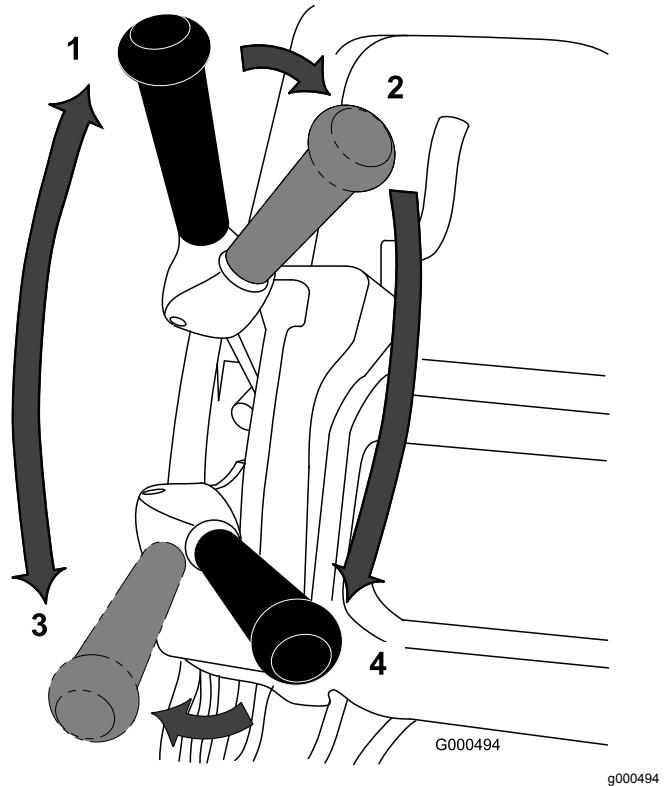

Figura 35
2. Asegúrese de que la palanca de tracción y transmisión del molinete se encuentra en la posición de PUNTO MUERTO; consulte la Figura 35.
1. Encienda la máquina, ponga el control de velocidad en la posición CERO, presione hacia abajo sobre el manillar para elevar la unidad de corte, apriete el control de presencia del operador, ponga la palanca de tracción en la posición de HACIA DELANTE (Figura 35) y aumente paulatinamente la velocidad para llevar la máquina hasta el borde del green.
3. Ponga la palanca de tracción a la posición de PUNTO MUERTO y, a continuación, mueva la palanca a la izquierda y hacia delante, hasta la posición de tracción – HACIA DELANTE y de transmisión del molinete – ENGRANADO (Figura 35).